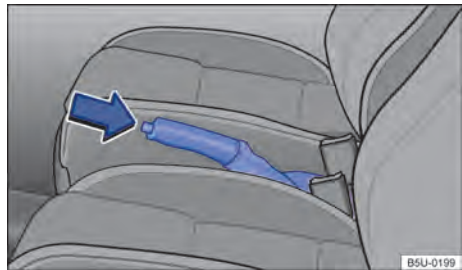

Fig. 92 Entre os bancos dianteiros: alavanca do freio de estacionamento.
- Puxar a alavanca do freio de estacionamento para cima com o botão bloqueador pressionado → Fig. 92 (seta).
- Puxar a alavanca do freio de estacionamento um pouco para cima e pressionar o botão bloqueador → Fig. 92 (seta).